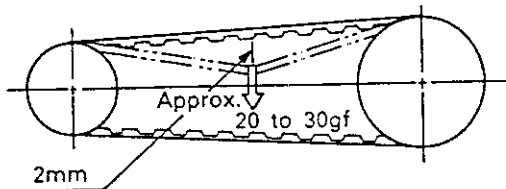

Abbildung 4.3.9 Überprüfung der Zahnriemenspannung
- (1) Entfernen Sie die obere Schulterabdeckung entsprechend Abschnitt 3.3 .
- (2) Überprüfen Sie, ob einer der Punkte (1) bis (4) in Kapitel 3.5.1 vorliegt, was einen Austausch des Zahnriemens erfordert.
- (3) Überprüfen Sie die Zahnriemenspannung, indem Sie den Riemen in der Mitte mit einer Gewichtskraft von 20 - 30g belasten. Die Spannung muß so eingestellt sein, daß sich der Zahnriemen ca. 2 mm niederdrücken läßt (s. Abb. 4.3.9).